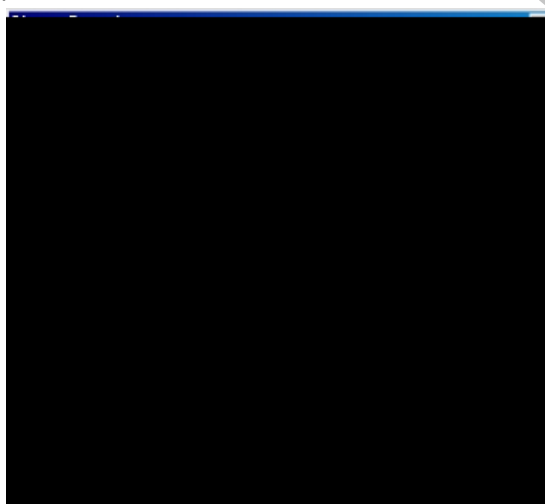

Рис. 5.4. Вкладка **Diagram Text** диалогового окна **Diagram Properties**
3. Для определения содержания диаграммы перейдите в пункт меню **Diagram/Diagram Properties** и во вкладке **Diagram Text** внесите определение «Это FEO диаграмма, на которой будут только стрелка работы "Сборка и тестирование компьютеров"» (рис. 5.4).